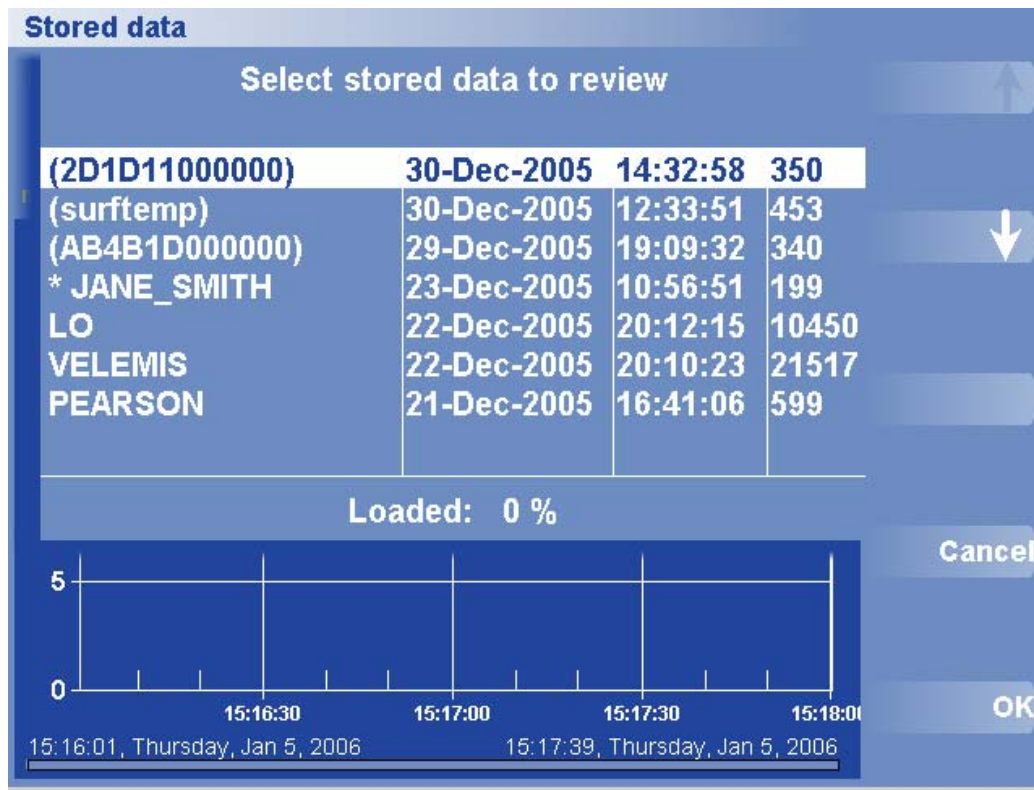

図 16 データの確認ダイアログ ボックスおよびメニュー
2. Review Data（データの確認）を押します。（ラベル、日付、時間、ファイルサイズのタグが付いた）保存データの一覧が表示されます（図16）。星印（\*）が頭に付いたファイルは、接続しているプローブのファイルです。